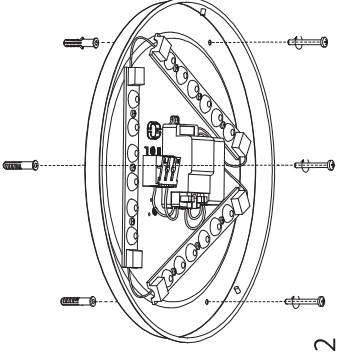

Bild 2
- Bild 2:** Die Bohrlöcher an den entsprechenden Stellen anzeichnen, die Löcher bohren und die Dübel einsetzen. Bei Holzwänden oder Leichtbauwänden passendes Material verwenden. Die Zuleitung durch die Dichtung in der Grundplatte schieben. Einen Dichtungsring auf jede der 3 Schrauben schieben und die Grundplatte an die Wand/Decke schrauben. Achten Sie auf eine richtige Abdichtung und den korrekten Sitz aller Dichtungen, um den Spritzwasserschutz (IP44) zu gewährleisten.